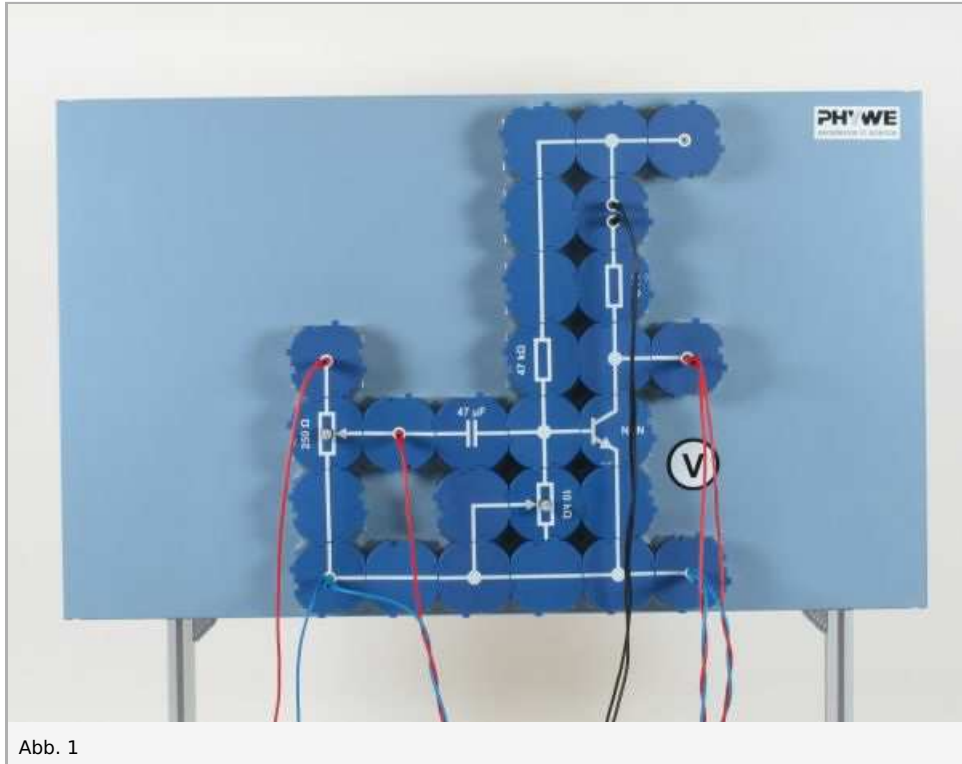

Abb. 1
- Versuch entsprechend Abb. 1 aufbauen; darauf achten, dass die Masseanschlüsse von Oszilloskop und Funktionsgenerator miteinander verbunden sind